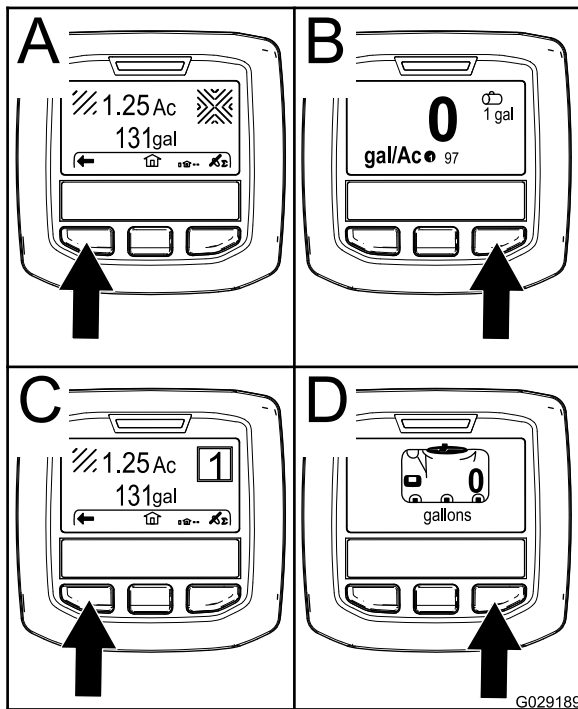

Figura 19
- Botón de selección derecho: **Área total fumigada** (Figura 19, A)
- Botón de selección derecho: **Caudal de aplicación** (Figura 19, B)
- Botón de selección izquierdo: **Área parcial fumigada** (Figura 19, C)
- Botón de selección izquierdo: **Volumen del depósito** (Figura 19, D)